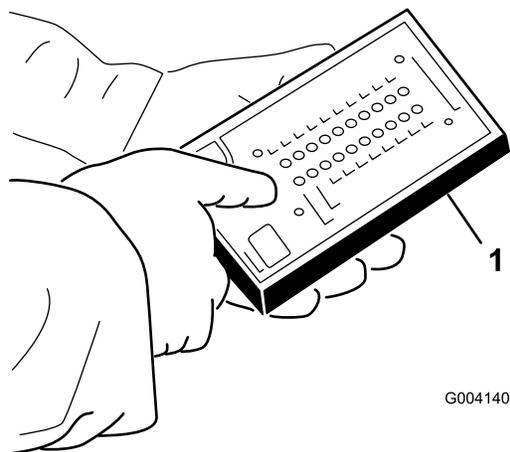

Figure 41
4. Branchez le connecteur de l'outil de diagnostic ACE au connecteur du faisceau de diagnostic (Figure 41).